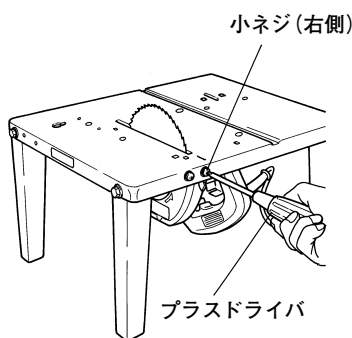

図 12
(1) ホルダピースがテーブルの内側に小ネジ 2本で締め付けてありますので、小ネジ 2本のうち、まず右側の小ネジを取りはずします。(図 12)